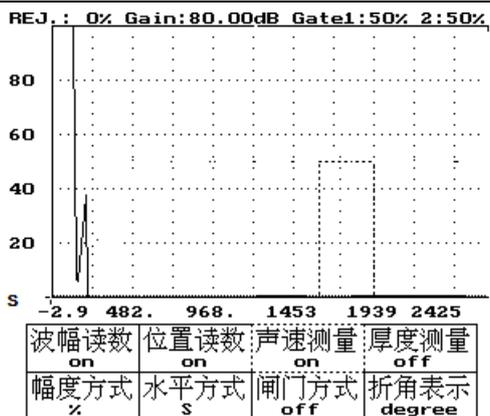

图 18-15
- 1 2、 重复按进入键——设置声速测量状态为 on，如图 18-15 所示。